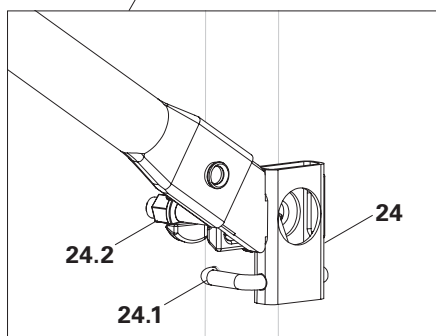

Bild A5.07a
3. Montera vertikal diagonal EBF. (Bild A5.07a)